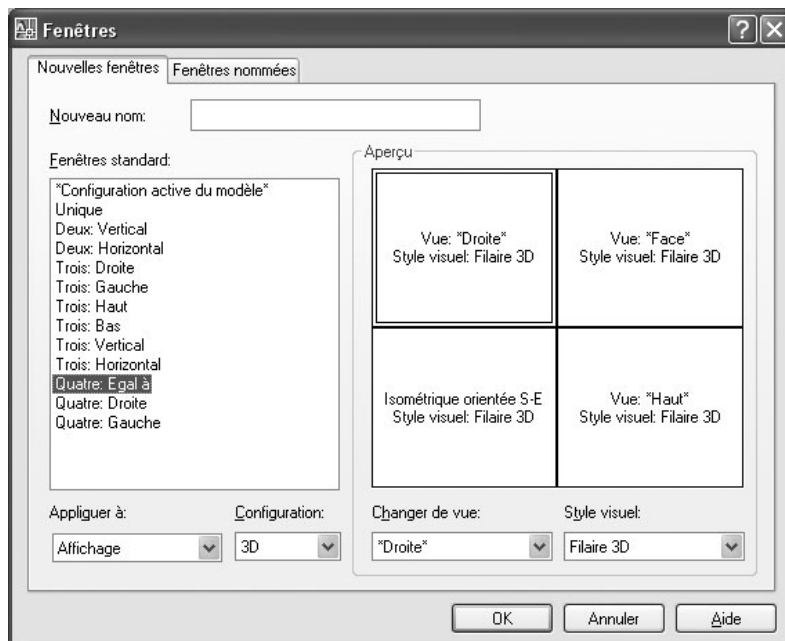

Fig.15.8
- 1 Exécutez la commande de création de fenêtres à l'aide de l'une des méthodes suivantes (fig.15.8) :